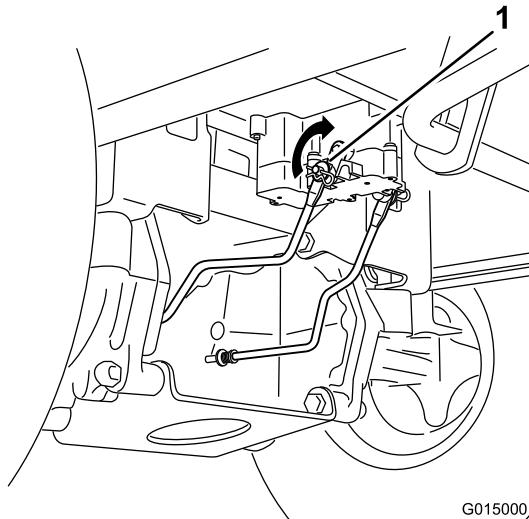

Figura 48
1. Localize o veio no travão eléctrico onde os braços de articulação do travão estão ligados (Figura 48).